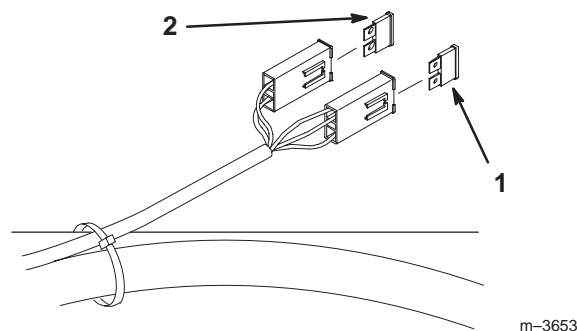

Figure 58
1. Soulevez le siège pour accéder au porte-fusibles (Fig. 58).
2. Pour remplacer un fusible, tirez dessus pour l'enlever (Fig. 58).